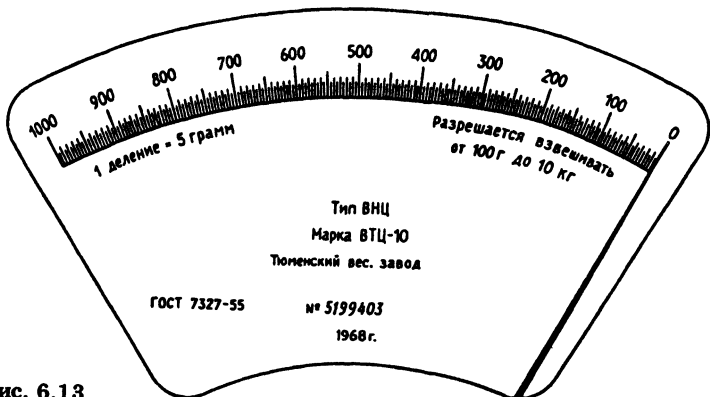

Рис. 6.13
- Наиболее распространенные весы – настольные обыкновенные, циферблатные, платформенные и др. – имеют класс, как правило, 1а (погрешность $\pm 0,1\%$). На рис. 6.13 показана шкала циферблатных весов со стороны продавца.